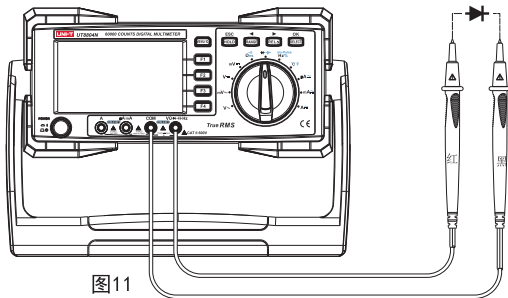

图11
- (1) 将红表笔插入" $\rightarrow$ "插孔, 黑表笔插入"COM"插孔。红表笔极性为"+", 黑表笔极性为"-"。
- (2) 将仪表的旋转开关转到" $\rightarrow$ $\leftarrow$ "测量档, 按SELECT键选择二极管测量档 $\rightarrow$, 如图11, 将表笔并联到被测二极管二端上。从显示器上直接读取被测二极管的近似正向PN结电压。